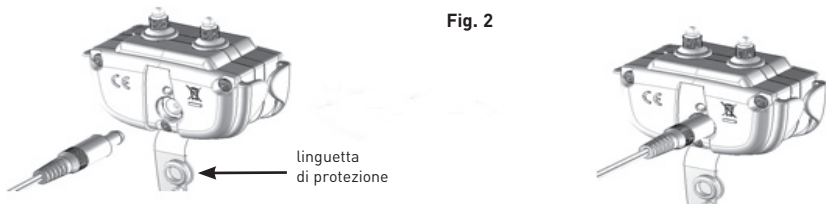

Fig. 2
- Togliete la linguetta di protezione dietro il collare (Fig. 2)
- Inserite il carica batteria nell'apposito spinotto del collare e collegatelo ad una presa di corrente (Fig. 2).